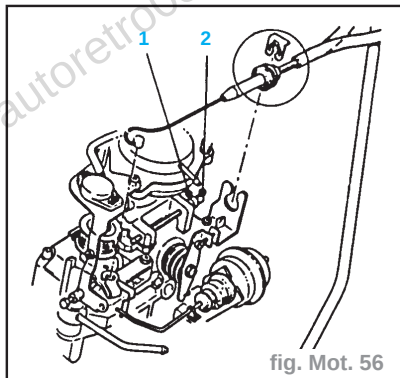

fig. Mot. 56
- Retirer le pointage, desserrer le contre-écrou (2) (fig. Mot. 56).
- Tourner la vis de butée du régime maximum (1); régime maximum du moteur.